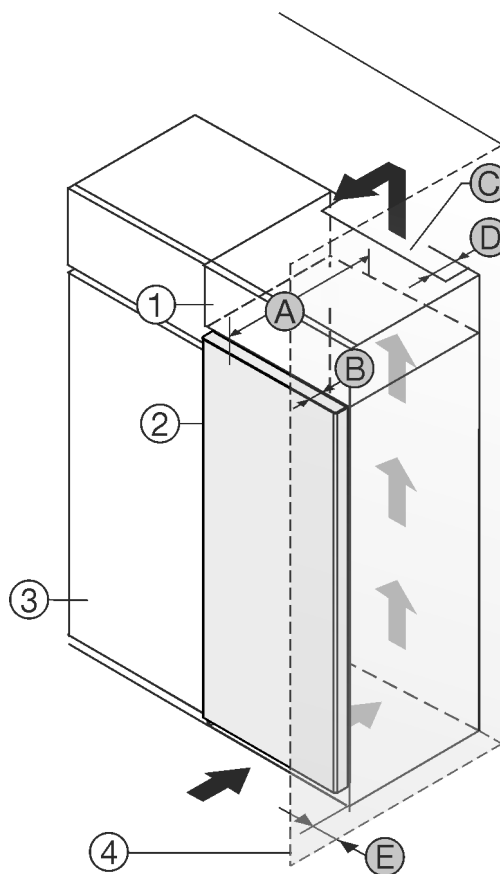

Fig. 1
Urządzenie można ustawić bezpośrednio obok szafki kuchennej Fig. 1 (3)*
Na tylnej ścianie szafki nasadzonej wymagany jest wywiewny kanał wentylacyjny o głębokości Fig. 1 (D) na całej szerokości szafki.*
Pod sufitem pomieszczenia należy zachować przekrój wentylacyjny Fig. 1 (C).*
Jeżeli urządzenie będzie ustawiane z zawiasami do ściany Fig. 1 (4), to pomiędzy urządzeniem i ścianą należy zachować minimalny odstęp, wynoszący 13 mm.*
Jeżeli urządzenie będzie ustawiane z zawiasami do ściany Fig. 1 (4), to pomiędzy urządzeniem i ścianą należy zachować minimalny odstęp, wynoszący 20 mm.*
By móc całkowicie otworzyć drzwi, urządzenie musi wystawać przynajmniej o głębokość drzwi Fig. 1 (B) za front szafki kuchennej. W zależności od głębokości szafek kuchennych Fig. 1 (3) oraz od zastosowania elementów dystansowych urządzenie może wystawać jeszcze bardziej.*